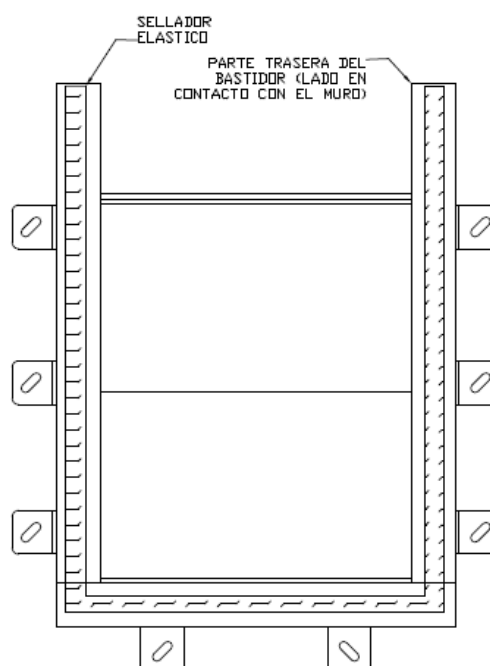

Figura 13
- Aplicar sellador elástico alrededor del perímetro del bastidor. Es preciso asegurarse de que no se aplica sellador en las deslizaderas o en las juntas de estanqueidad de la compuerta. Esto podría ocasionar fugas o daños en el equipo. (ver Figura 13)